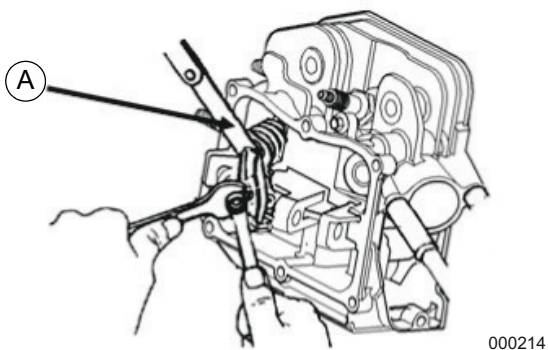

Figure 4-6. Réglage du jeu de soupape
- Insérer une jauge d'épaisseur (A) de 0,15 mm (0,006 po), pour vérifier le jeu d'admission, entre le bras du culbuteur d'admission et la tige de soupape (Figure 4-6). Insérer une jauge d'épaisseur de 0,20 mm (0,008 po), pour vérifier le jeu d'échappement, entre le bras du culbuteur d'échappement et la tige de soupape. Le jeu est correct lorsqu'une légère résistance est ressentie en glissant la jauge dans un mouvement de va-et-vient. Si le jeu est excessivement lâche ou excessivement serré, les bras de culbuteur devront être réglés.
- Retenir le pivot du bras de culbuteur avec une clé et desserrer le contre-écrou du pivot (Figure 4-6).